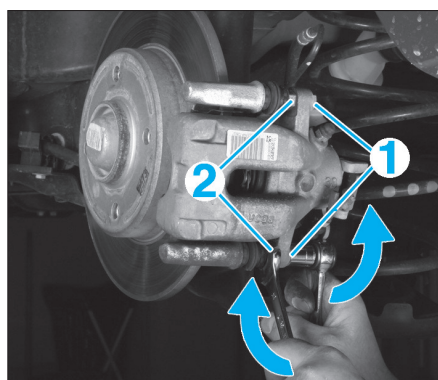
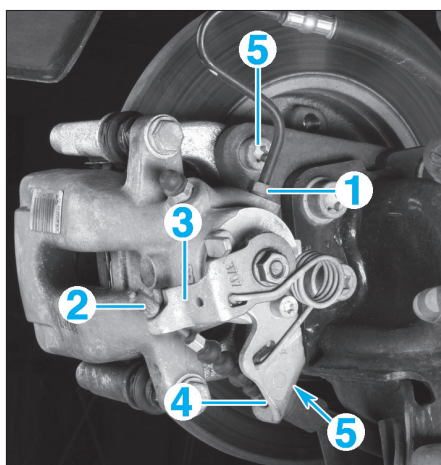

FIG. 6
FIG. 9
- Déposer les vis (1) en exerçant un contre-couple sur l'empreinte (2) des colonnettes (Fig.6).
- Débrancher le raccord (1) (prévoir l'écoulement du liquide de frein) (Fig.9).
- Dégager le câble de frein de stationnement (2) du levier (3).
- Dégrafer le câble de frein de stationnement en (4) puis l'écarter de l'étrier.
- les vis (1) en exerçant un contre couple sur l'empreinte (2) (Fig.6),
- les vis (5) de fixation du support d'étrier (Fig.9),